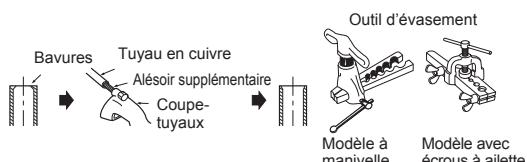

Fig. 4
- 4) Travaux d'évasement (Fig. 4, 5). Tenez fermement le tuyau de cuivre dans la dimension indiquée dans le tableau. Sélectionnez A en pouce (mm) dans le tableau suivant l'outil que vous utilisez.